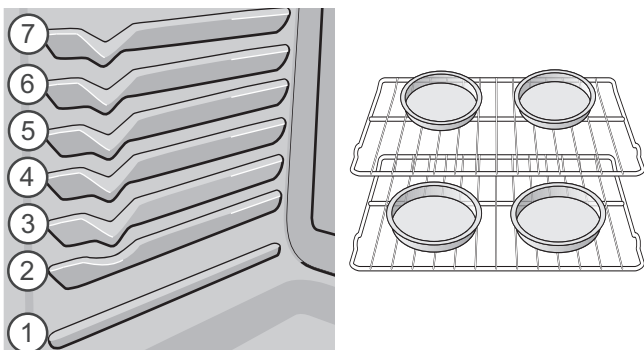

Figura 21: Posiciones de las parrillas y recomendaciones sobre el espacio adecuado entre los utensilios
- Cuando hornee alimentos usando 2 parrillas, coloque los utensilios como se muestra en la Figura 21. Para una adecuada circulación del aire, deje al menos 2" (5 cm) alrededor de los utensilios.